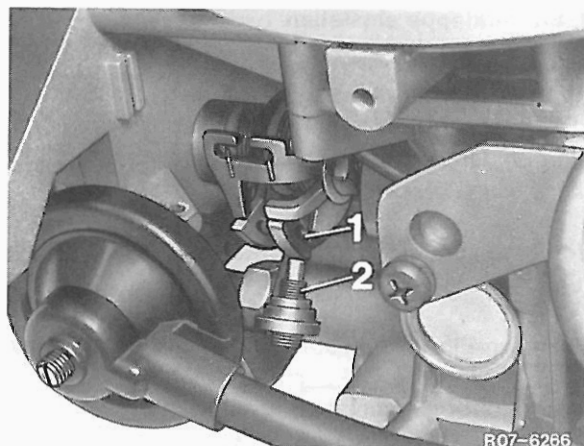

Bild 45
Einstellschraube (2) (Bild 45) auf höchste Stufe der Stufenscheibe (1) stellen (Starterklappe ganz öffnen).